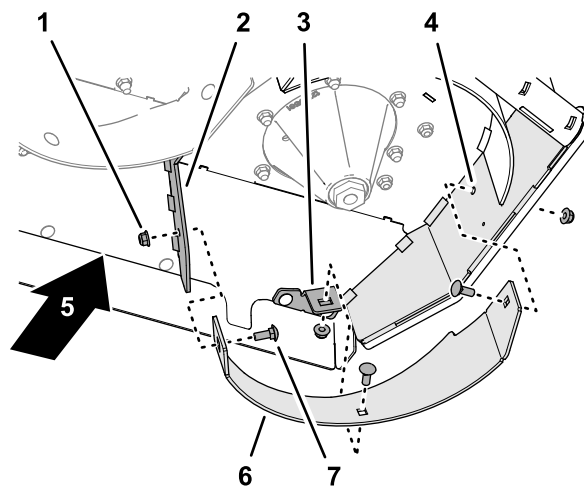

Figure 41
1. Sur le côté inférieur gauche du plateau de coupe, retirez les 3 boulons de carrosserie ($\frac{3}{8}$ " x 1") et les 3 contre-écrous à embase ($\frac{3}{8}$ ") qui fixent le déflecteur gauche à la plaque latérale du plateau de coupe, au support de déflecteur gauche et au diviseur gauche, et déposez le déflecteur gauche (Figure 41).